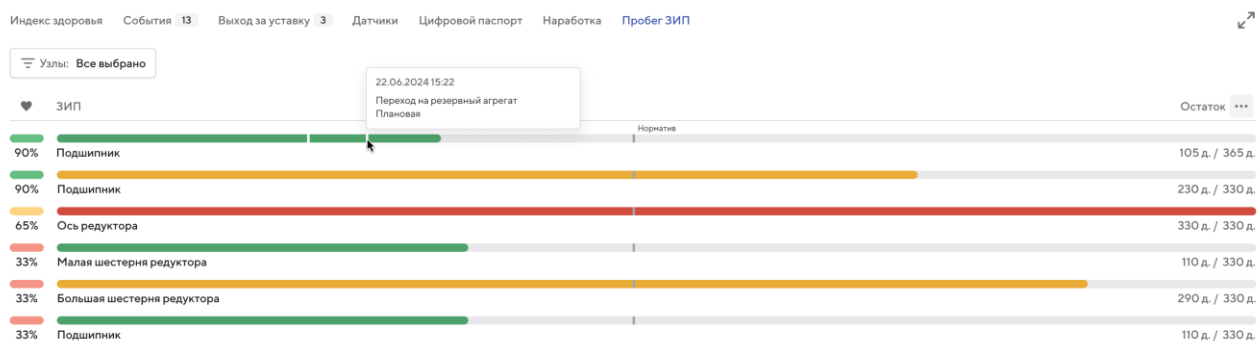

Рисунок 126 – Дополнительное окно с наработкой ЗИП
6. На графике ЗИП подведите указатель мыши к белой вертикальной линии. Откроется дополнительное окно с информацией о событии остановки (Рисунок 126).
Дополнительное окно с информацией о событии остановки (см. Рисунок 126) содержит следующие данные:
6. Подведите указатель мыши к точке на графике ЗИП. Откроется дополнительное окно с информацией о наработке ЗИП (Рисунок 126).
Дополнительное окно с информацией о наработке ЗИП (см. Рисунок 126) содержит следующие данные: